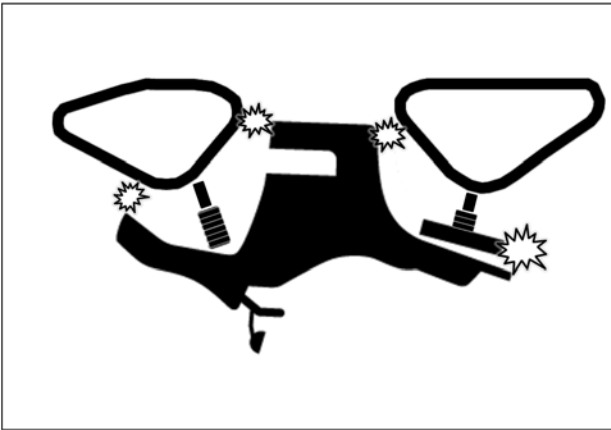

Fig. 23
2. Vérifier s'il y a possibilité de contact entre le système de traction et les coins intérieurs des ailes. Voir la Fig. 23